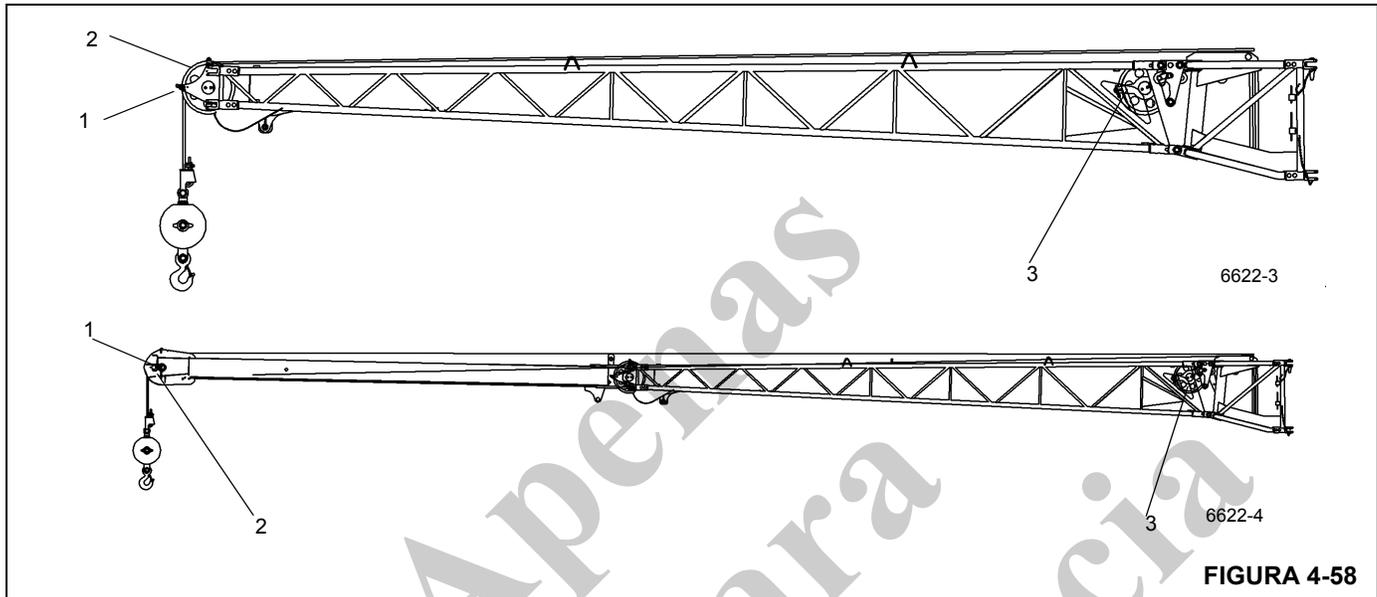

FIGURA 4-58
- Remova os roletes e a haste de retenção do cabo de elevação (1) (Figura 4-58).
- Passe o cabo de elevação pela polia defletora (3), se necessário, e pela polia da cabeça (2) na seção de 33 pés (10,1 m) ou na seção de 23 pés (7 m). Coloque todos os roletes e hastes de retenção do cabo de elevação de volta no lugar e prenda-os com pinos de retenção.